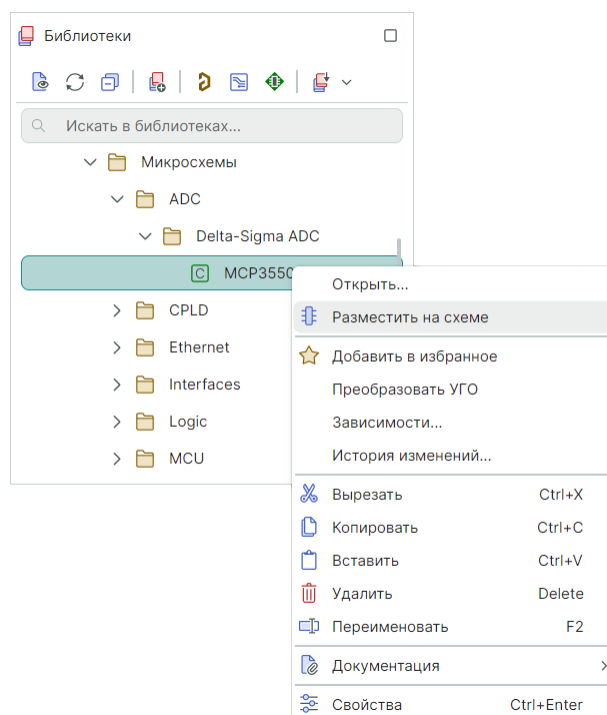

Рис. 42 Размещение компонента на схеме
2. Выберите в контекстном меню пункт «Разместить на схеме», см. Рис. 42.